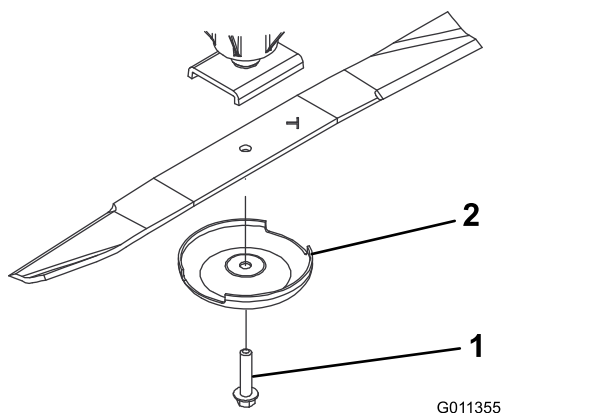

图 85
3. 卸掉刀片螺栓、防刮罩并从铰轴上取下刀片 (图 85)。